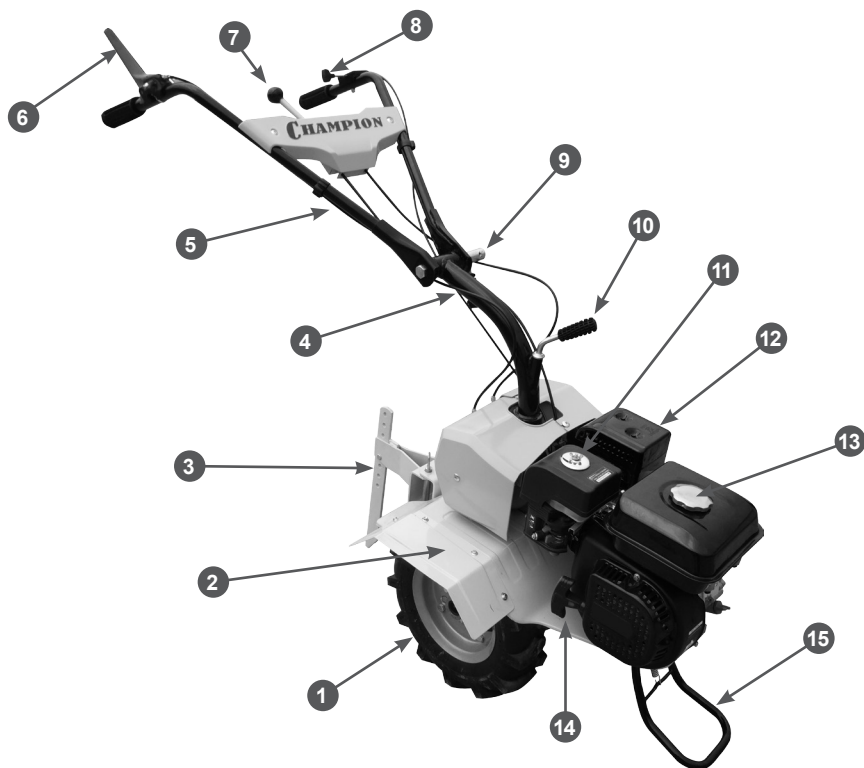

Рис. 1 Основные узлы и органы управления (вид спереди)
Расположение основных узлов и органов управления представлено на Рис. 1.
- Установите правое и левое защитные крылья 2 (Рис. 1), используя болты и гайки из комплекта крепежа.
- Установите рукоятки управления на мотокультиватор. Отрегулируйте положение рукояток по высоте и углу поворота, после чего затяните ручки регулировки рукояток 9 и 10 (Рис. 1).